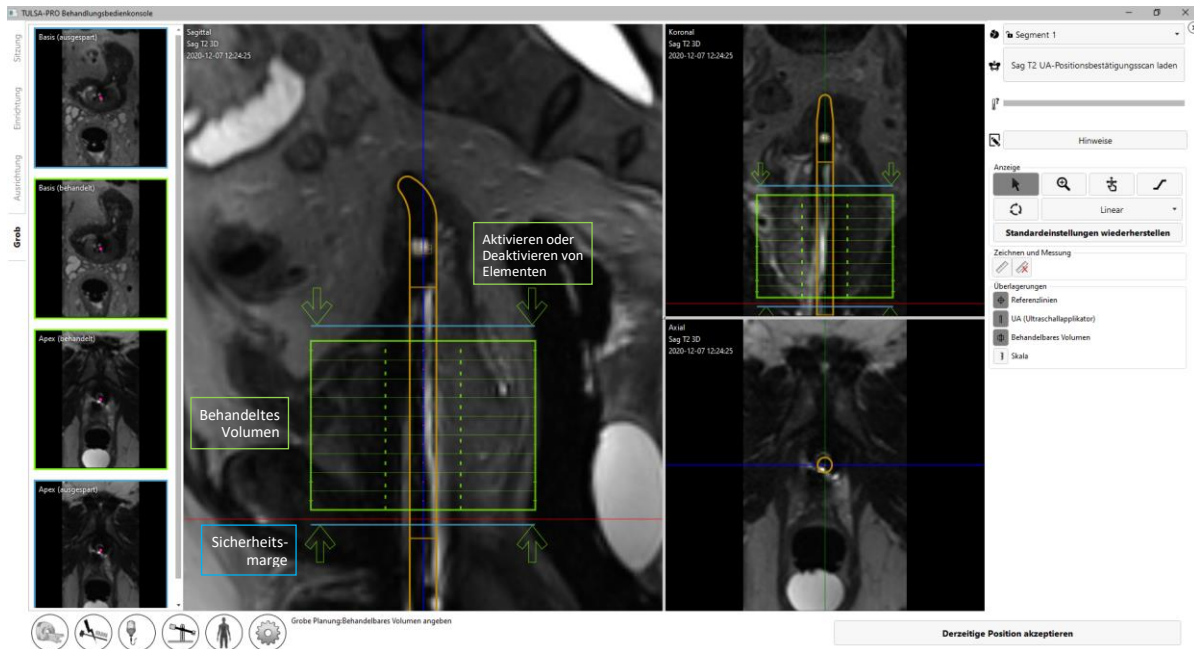

Abbildung 46: Arbeitsbereich „Grobe Planung“ in der TDC
Der Radiologe passt auch durch Aktivieren bzw. Deaktivieren der relevanten Ultraschallelemente in der TDC den Behandlungsbereich an. Bei der Feinabstimmung des Behandlungsvolumens erhalten Sie sofort eine Rückmeldung über die erwartete Ablationszone. Das Behandlungsvolumen wird durch das grüne Rechteck in der sagittalen und koronalen Ansicht hervorgehoben. Bereiche außerhalb der hellblauen Linie in den sagittalen und koronalen Ansichten sind anatomische Bereiche, die voraussichtlich vollständig von der Wärmekoagulation verschont bleiben (*Abbildung 46*). Der empfohlene Apex-Sicherheitsrand liegt am unteren Rand des grünen Rechtecks, dem 4-mm-Abstand zwischen dem Rand des grünen Rechtecks und der hellblauen Linie auf der Seite, die dem UA-Griff am nächsten und von der UA-Spitze am weitesten entfernt ist. Am oberen Rand des grünen Rechtecks, das der UA-Spitze am nächsten ist, muss die Anzahl der aktiven Sonderelemente an die Prostatabasis angepasst werden.
**HINWEIS:** Bei der Bestimmung der UA-Position ist der externe Harnröhrenschließmuskel zu identifizieren. Falls der externe Harnröhrenschließmuskel nicht identifiziert werden kann, sollte er unmittelbar neben dem Prostataapex liegend angenommen werden. Platzieren Sie die den Rand des Apex-Sicherheitsrands bezeichnende hellblaue Linie auf dem äußeren Harnröhrenschließmuskel (Abbildung 46).
**HINWEIS:** Platzieren Sie das erste Ultraschallwandlerelement (am Rand des grünen Rechtecks, das dem UA-Griff am nächsten und von der UA-Spitze am weitesten entfernt ist) in der Nähe des Prostataapex, getrennt vom externen Harnröhrenschließmuskel durch den empfohlenen Apex-Sicherheitsrand (Abstand zur blauen Linie Abbildung 46).